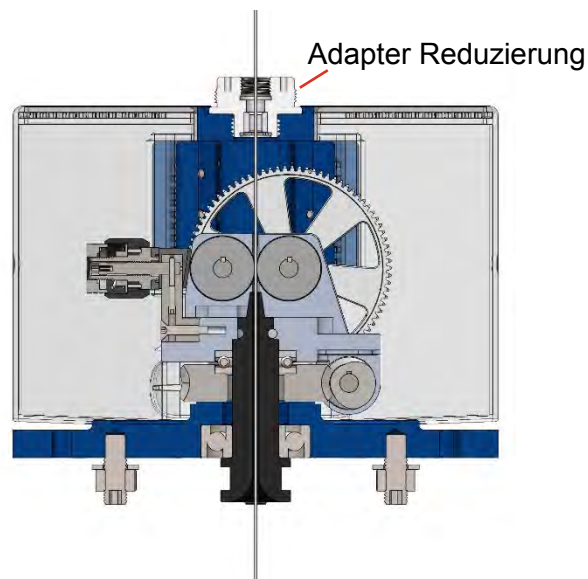

Abbildung 26
8. Montieren Sie das Gehäuse wie in Kapitel 3.4 beschrieben und achten Sie dabei darauf, den Schweißdraht in die entsprechende Öffnung der Adapter - Reduzierung einzuführen. (Abbildung 26)